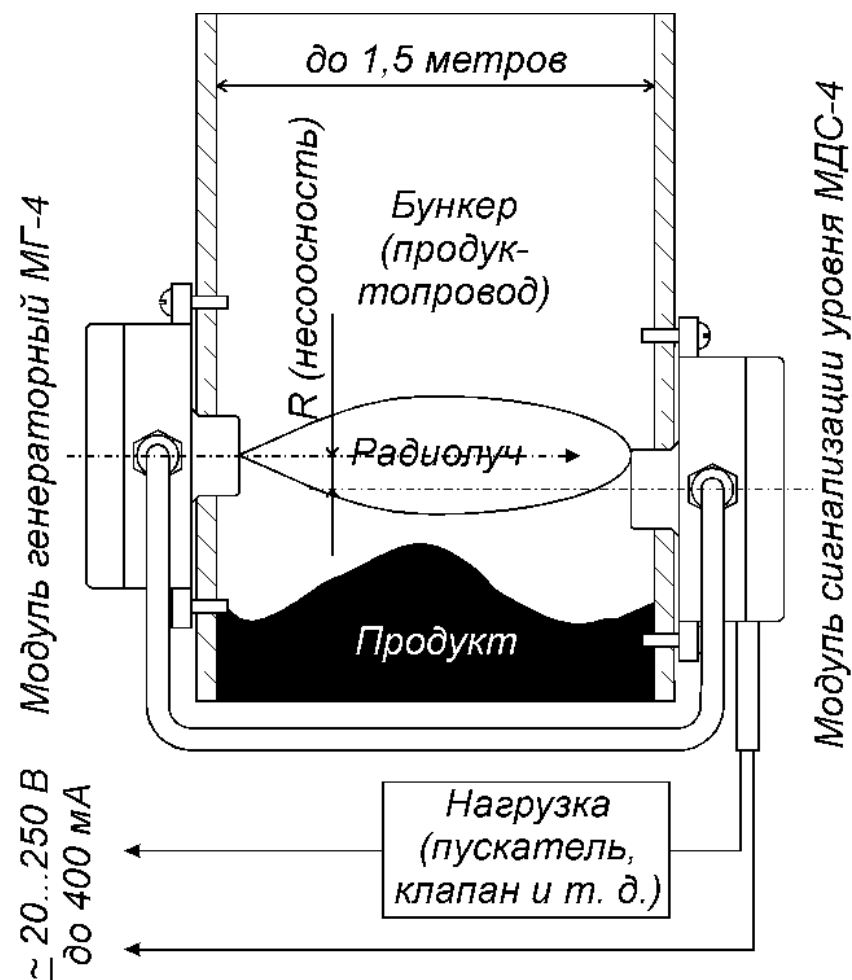
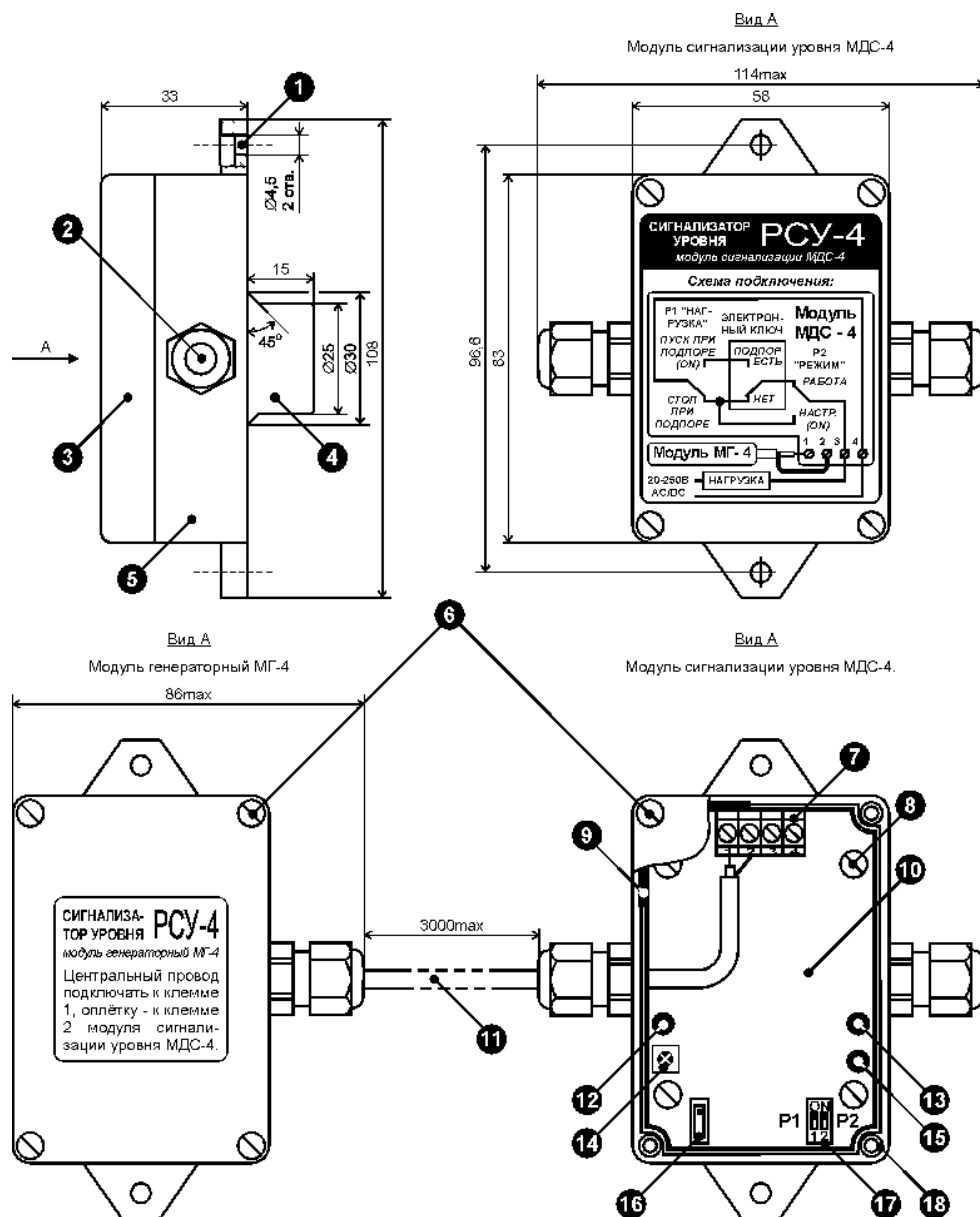

Рис. 1. Принцип действия сигнализатора уровня РСУ-4.
Рис. 2. Конструкция сигнализатора уровня РСУ-4.
Принцип действия сигнализатора основан на ослаблении амплитуды радиосигнала, проходящего сквозь слой контролируемого продукта (рис. 1).
Сигнализатор уровня РСУ-4 состоит из модуля генераторного МГ-4 и модуля сигнализации уровня МДС-4 (рис. 2). Модули собраны в одинаковых корпусах (поз. 5). Корпус через уплотнитель (поз. 9) закрывается крышкой (поз. 3), которая фиксируется четырьмя винтами (поз. 6). Винты вворачиваются в резьбовые втулки (поз. 18), запрессованные в корпус. Для крепления корпуса предусмотрено два отверстия (поз. 1). На боковых стенках модулей установлены кабельные вводы (поз. 2): один на модуле МГ-4 и два - на модуле МДС-4. При монтаже модулей на бункер (продуктопровод) используются вставки полиуретановые ВПУ-15 (поз. 4). Электрическое соединение модулей между собой производится с помощью коаксиального кабеля (поз. 11) длиной 3 метра: кабель является составной частью модуля МГ-4. Вставки ВПУ-15 и коаксиальный кабель входят в комплект поставки.
б) переключатель «Порог» (поз. 16). Установка этого переключателя в верхнее по рис. 2 положение снижает чувствительность РСУ-4, позволяя использовать его на продуктопроводах небольшого сечения (минимальное расстояние между модулями МГ-4 и МДС-4 – 10 см).
Переключатель Р1 определяет логику работы РСУ-4. В нижнем по рис. 2 положении сигнализатор будет «замкнут» при отсутствии продукта в точке установки, «размыкая» цепь нагрузки при подпоре. Если переключатель Р1 установлен в верхнее положение (положение «ON»), то логика работы меняется на противоположную: при подпоре РСУ-4 «замыкается», включая внешнюю цепь.
Переключатель Р2 используется только при настройке сигнализатора. Если установить его в верхнее по рис. 2 положение (положение «ON»), то независимо от наличия / отсутствия подпора РСУ-4 всегда «замкнут» (если Р1 находится в нижнем по рис. 2 положении) или всегда «разомкнут» (если Р1 находится в положении «ON»). После окончания настройки Р2 необходимо установить в нижнее положение.
Монтаж сигнализатора необходимо проводить в строгом соответствии с рис. 1. Место установки должно располагаться там, где поток продукта не перекрывает трассу распространения радиолуча. В местах установки модулей следует обеспечить параллельность противоположных стенок бункера (продуктопровода).
Установочные отверстия для модулей должны (по возможности) располагаться соосно: это повысит чувствительность РСУ-4 и позволит сигнализатору работать при более толстых слоях налипания. Несоосность установки (R на рис. 1) не должна превышать 10% от ширины или диаметра бункера (продуктопровода).
Проверка работоспособности и настройка изделия производится после монтажа, непосредственно на контролируемом объекте. Схема подключения сигнализатора изображена на рис. 1 и крышке модуля МДС-4. Расположение органов регулировки и индикаторов показано на рис. 2.
3. Установить переключатель Р1 «Нагрузка» в требуемое положение. Если при подпоре необходимо отключать цепь нагрузки, то Р1 должен быть установлен в нижнее по рис. 2 положение. Если при подпоре следует включать внешнюю цепь (например, запускать механизмы выгрузки продукта из бункера), то Р1 следует установить в верхнее положение (положение «ON»).
5. Установить переключатель «Порог» в нижнее по рис. 2 положение («Высокая чувствительность»).
б) перевести переключатель «Порог» в верхнее по рис. 2 положение («Низкая чувствительность»).
11. Установить переключатель Р2 «Режим» в нижнее по рис. 2 положение («Работа»).